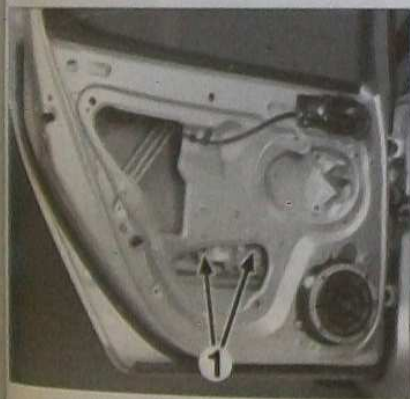

FIG. 33
Remonter la glace jusqu'à faire apparaître les fixations (1) (Fig.33).